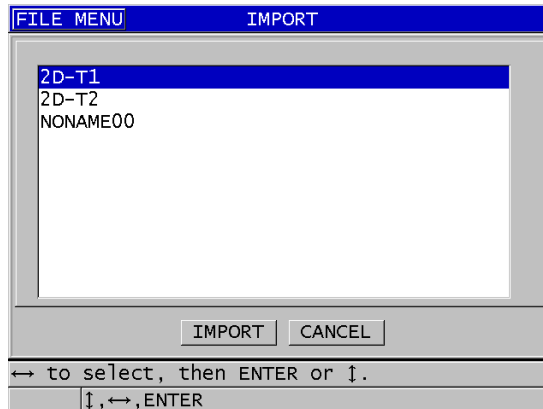

Figura 14-9 Exemplo da tela IMPORTAR
6. Na tela **IMPORT** (IMPORTAR) (consulte Figura 14-9 na página 289):